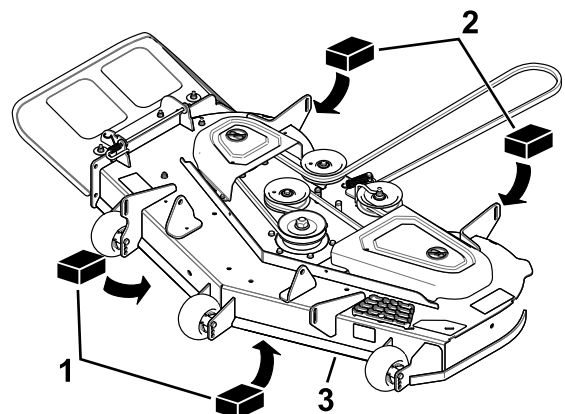

Figura 62
3. Coloque dos bloques de 6.6 cm (2 5/8") de grosor debajo de cada lado del borde delantero de la carcasa, pero no debajo de los soportes de los rodillos protectores del césped (Figura 62).
4. Coloque dos bloques de 7.3 cm (2 7/8") de grosor debajo del borde trasero del faldón de la carcasa de corte, uno en cada lado de la carcasa de corte (Figura 62).